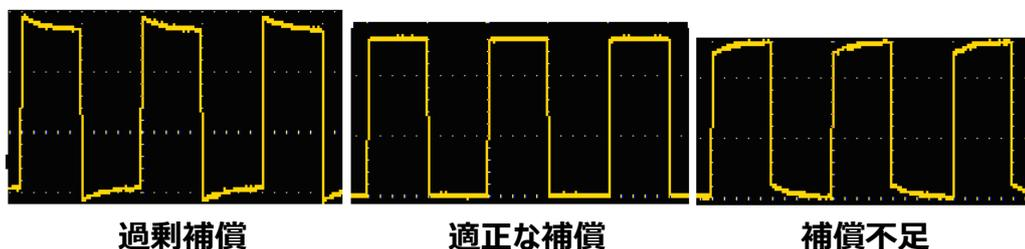
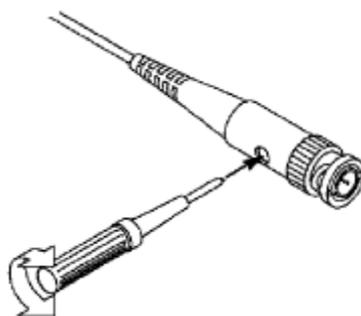

Figure 3-6 プローブ補償のときの表示波形
Figure 3-7 プローブ補償調整
- 表示される波形を確認しながら、プローブの補償調整用トリマを回して適正になるように調整します。(Figure 3-6, Figure 3-7 参照)